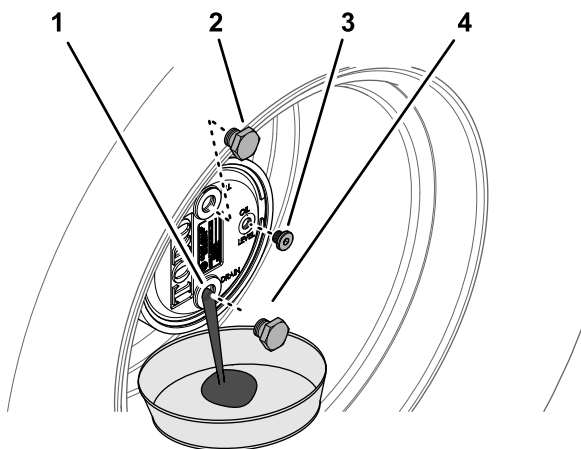

Figure 106
2. Enlevez le bouchon de remplissage de la position 12 heures et le bouchon de contrôle de la position 3 heures (Figure 106).
3. Placez un bac de vidange sous le moyeu du train planétaire, enlevez le bouchon de vidange à la position 6 heures et vidangez toute l'huile (Figure 106).
5. Insérez le bouchon de vidange dans l'orifice de vidange du carter de train planétaire (Figure 106).